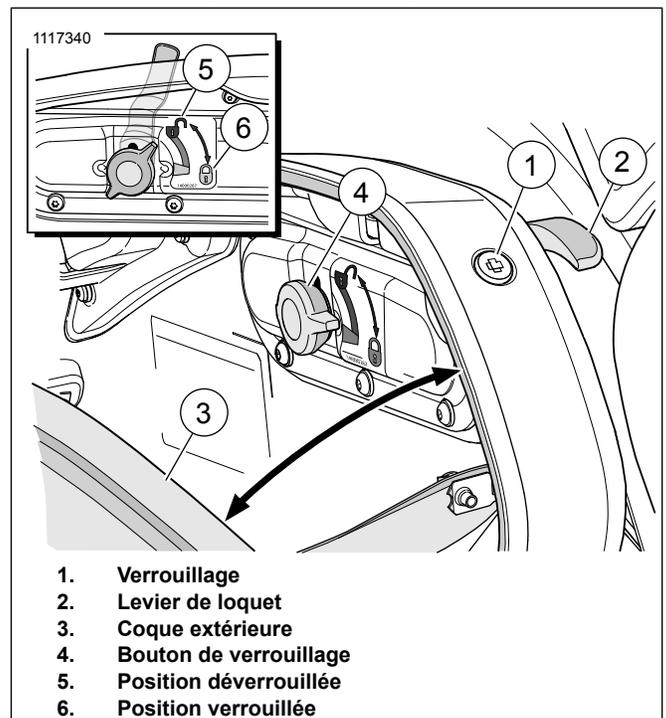
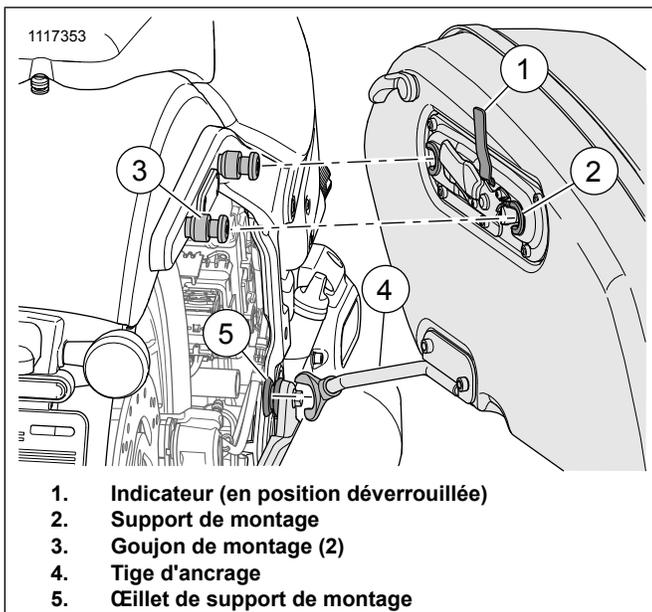

Figure 12. Bouton de verrouillage de sacoche
Figure 13. Support de montage de sacoche
- b. Positionner l'œillet du support de montage (7) sur le cadre (9).
- c. Installer la vis (8). Serrer.
4. Voir Figure 12 et Figure 13 installer la sacoche.
- a. Voir la figure 12. Ouvrir la coque externe de la sacoche (3).
- b. Voir la figure 12. Retirer et tourner le bouton de verrouillage (4) à la position déverrouillée (5).
- c. Voir la figure 13. Placer le support de montage de la sacoche (2) sur les goujons de montage (3) tout en alignant la tige de fixation de la sacoche (4) avec l'œillet du support de montage (5). Faire entièrement glisser la sacoche vers l'avant.
- d. Voir la figure 13. Tourner le bouton de verrouillage à la position verrouillée (6) jusqu'au clic. Sans tirer sur le bouton, s'assurer qu'il ne peut pas retourner vers la position déverrouillée.
- e. Voir la figure 13. Vérifier que l'indicateur n'apparaît pas et que la sacoche est bien fixée.